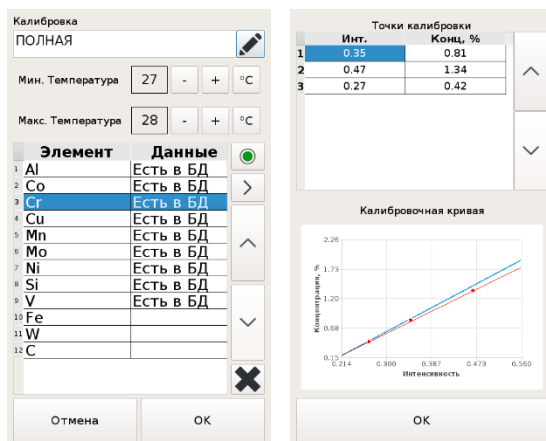

Рисунок 35 Изменение и просмотр параметров калибровки
5.6.10.5. Если для химического элемента уже существуют калибровочные данные, в строке элемента содержится запись «Есть в БД». Точки калибровки и калибровочную кривую можно посмотреть, нажав на кнопку  (Рисунок 35). Для выхода из окна просмотра калибровочной кривой нажмите ОК.